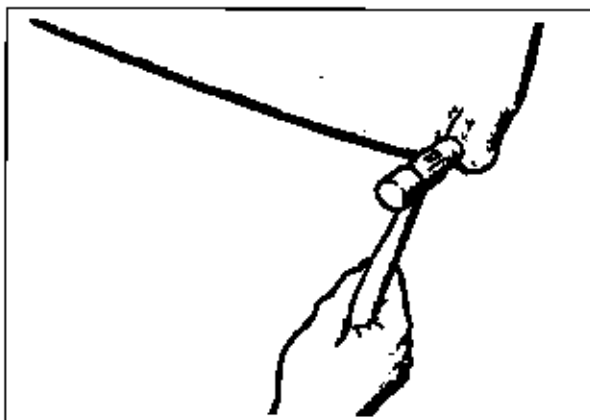

Abb. 7-2 Treiben Sie mit einem Hammer mit balliger Fläche die Verformung des Kiels in die ursprüngliche Form zurück.
3. Mit einem balligen Hammer treibt man dann das Blei in Richtung der Vertiefung, möglichst von allen Seiten. Dabei sollte man viele kleine Schläge anwenden, denn zu starkes Verformen kann dazu führen, daß sich wieder Bleistückchen lösen (Abb. 7-2). Mit einiger Erfahrung kann man diese Grenze ganz gut feststellen. Einige Bleilegerungen sind stärker verformbar, andere weniger.